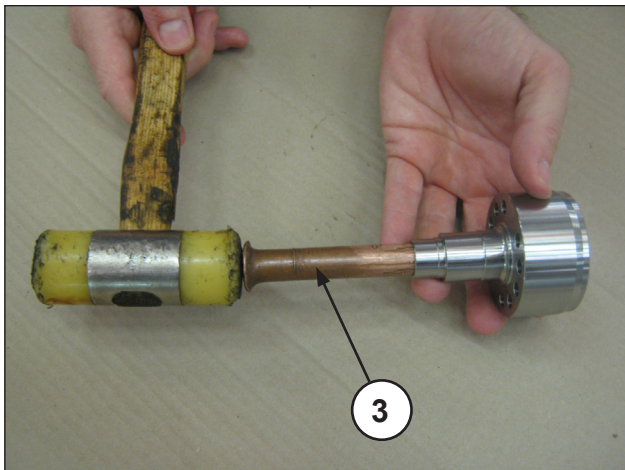
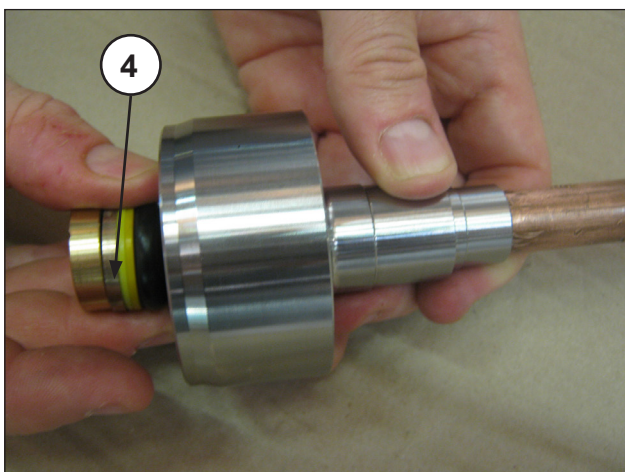
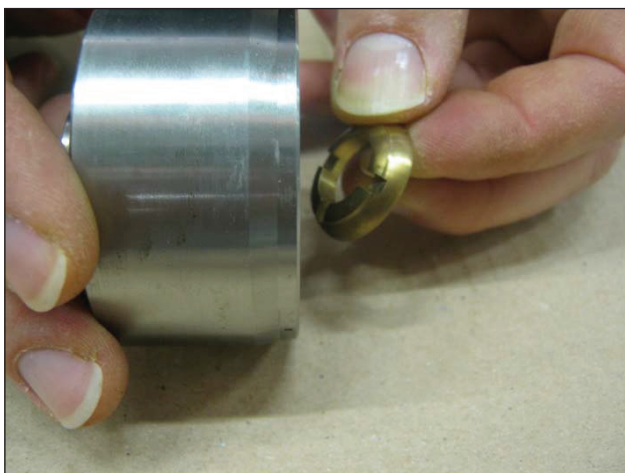

Fig. 34
Fig. 35
Fig. 36
- Con el soporte de las juntas HP desmontado y la clavija específica (pos. ③ Fig. 34) extraer el paquete H.P. (alta presión) (pos. ④ Fig. 35) y, por último, el anillo de cabecera (Fig. 36).
Sustituir el paquete HP (Fig. 35, pos. ④) cada vez que se realicen operaciones de desmontaje.